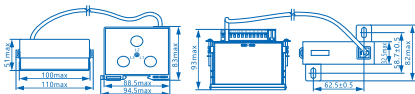

图2 额定电流规格为5A、10A、40A的保护器外形及安装尺寸
4.1 额定电流规格为5A、10A、40A的保护器外形及安装尺寸：见图2；产品的重